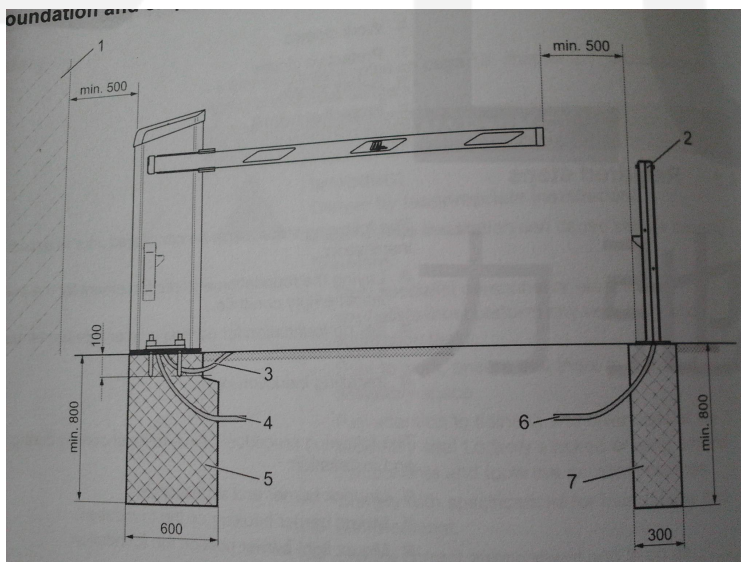
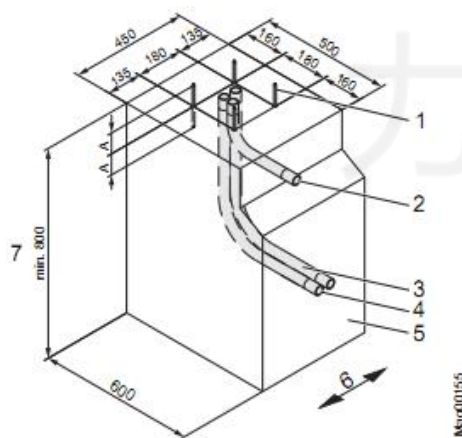
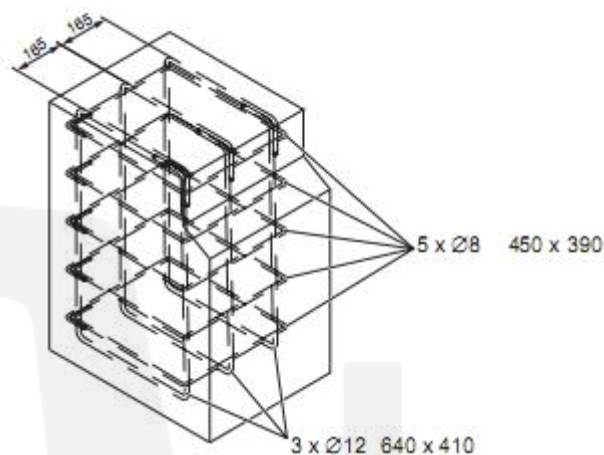

图 10：装配栏杆臂系统
图 11 基座构造
图 12：加固网格
- 装配安装栏杆机系统，请参照图 10.
- 栏杆臂末端与其它物体(如墙壁、建筑物或房屋)的距离至少要保持 500mm。请参照 27 页，图 10。
基座必须符合以下要求：→请参照 27 页，图 10 和 29 页，图 12。
- 如图 12 所示的加固网格。
空管道必须符合以下要求：→请参照 28 页，图 11。
1. 根据图 10 和图 11 尺寸来挖放置基座槽。
2. 根据图 12，在洞中安装加固网格。
3. 根据图 11，在洞中安装空管道。
5. 根据图 11，填充混凝土。
基座必须符合以下几点要求：→参照 27 页，图 10。